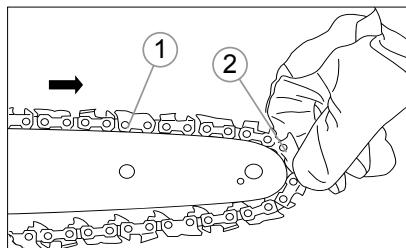

Рис. 5
3. Уложите пильную цепь 1 (рис. 5) в паз 2 (рис. 5), расположенный по периметру шины.